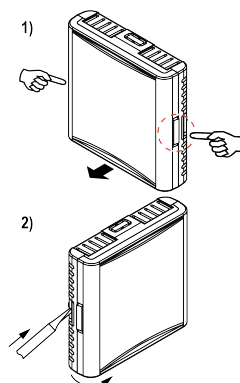

Abb. 7 Entfernen der Abdeckung
1. Drücken Sie gleichzeitig mit Daumen und Mittelfinger einer Hand auf die Riegel der Geräteabdeckung und ziehen Sie an der Abdeckung (siehe Abb. 7 (1)) oder stecken Sie einen flachen Schraubendreher entlang der Abschrägung der Verriegelung in die Nut der Halterung und entfernen Sie die Abdeckung (siehe Abb. 7 (2)).